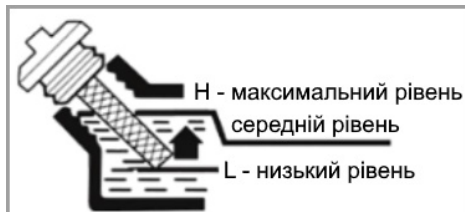

Рисунок 2
3.1.1 Перевірка рівня моторної оливи в картері здійснюється наступним чином (дивіться рисунок 2):
- якщо рівень низький – долийте рекомендовану моторну оливу до верхньої позначки на щупі (рівень «Н», рисунок 2), використовуючи лійку з гнучким шлангом з комплекту постачання.